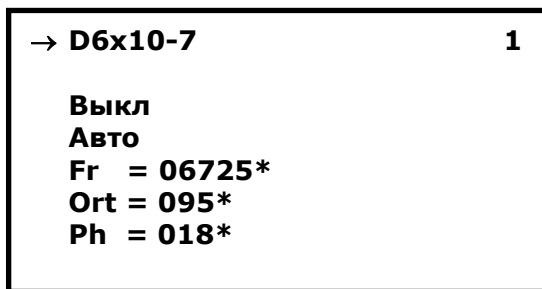

Рис. 31
- «**РЕДАКТОР**» - вход в режим работы с системными настройками датчиков. При нажатии кнопки [+], включается меню настройки датчиков (Рис. 31). В этом меню доступны следующие настройки: